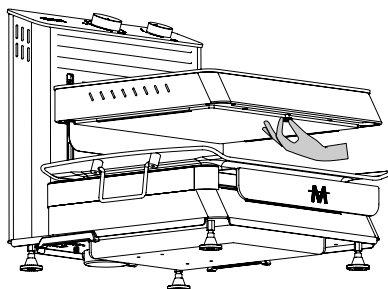
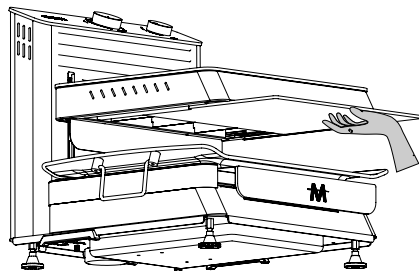

Рисунок 19
Рисунок 20
- Чтобы очистить защитное стекло накаливания, поверните штифты держателя стекла по часовой стрелке и снимите их (рис. 19). Затем отделите защитную трубку нити от изделия, перетаскив ее за каналы (рис. 20).
- Рисунок 20 Защитное стекло накаливания.